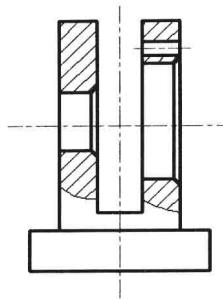

图 11-1-21
(23) 在“绘图”面板中，单击“图案填充”按钮 \blacksquare ，打开“图案填充和渐变色”对话框，在“图案”右侧单击下拉按钮 \square ，在下拉列表中选择图案名称“ANSI31”，单击“添加：拾取点”按钮 圈 ，暂时关闭对话框，在需要填充的区域内单击，按 Enter 键，单击“确定”按钮。填充图案后，效果如图 11-1-21 所示。